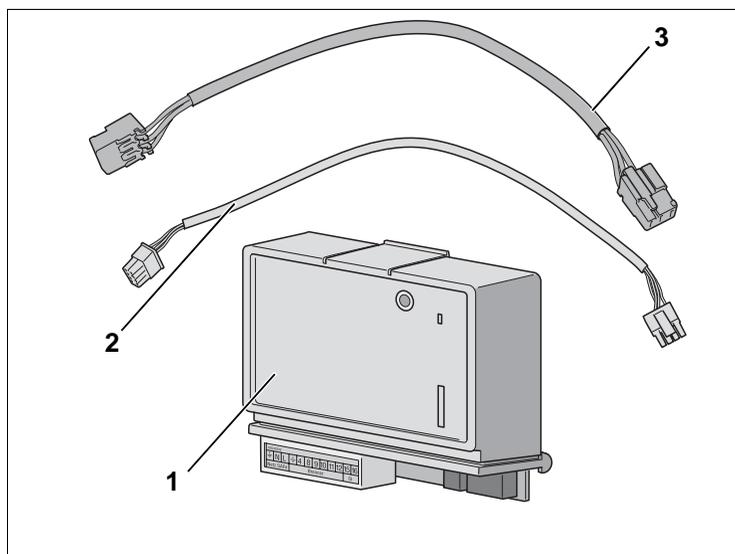

Fig. 2 Volume di fornitura del modulo bruciatore esterno BRM10
- 1 modulo bruciatore esterno BRM10 incl. spina del bruciatore e spina SI (fig. 2, **pos. 1**)
- 1 cavo bus per il dispositivo SAFe (fig. 2, **pos. 2**)
- 1 cavo di allacciamento alla rete (fig. 2, **pos. 3**)